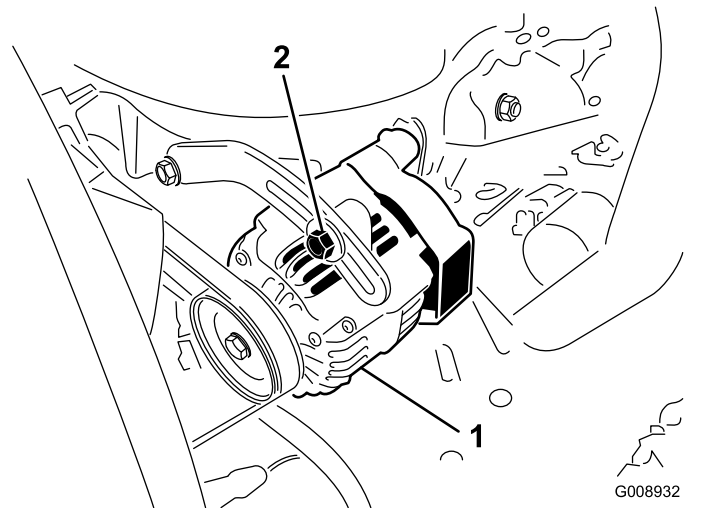

Bild 46
- Lockern Sie bei einer Durchbiegung von mehr oder weniger als 10 mm die Befestigungsschrauben der Lichtmaschine (**Bild 46**).